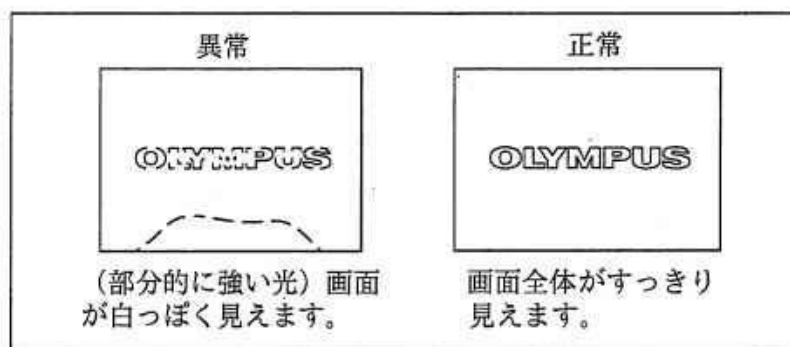

図5.3
- 検査対象物への挿入中、図5.3のように観察画像の全体や一部が照明光によって白っぽくなったり、または視野の一部が欠けたりしているときは、光学アダプターがスコープ先端からはずれかかっています。そのまま使用しますと光学アダプターがスコープから脱落するおそれがあります。このような場合は、即時使用を中止しスコープを静かに引き出して手順に従い、もう一度確実に光学アダプターを取り付けてください。